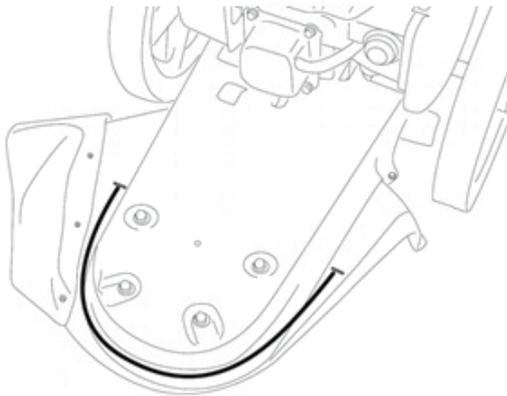

Imagen 9
• **CÓMO REEMPLAZAR LA LÍNEA DE CORTE:** Cuando la línea de corte se desgasta a la mitad de la longitud original, reemplácela. Para obtener el mejor rendimiento, use una línea de calibre grueso de 4 mm. Pare el motor. Espere a que todas las partes en movimiento se detengan. Desconecte el cable de la bujía. Retire la línea de recorte desgastada del retenedor de línea. Corte la longitud de la línea de la cortadura a 546 mm. Utilice la guía de longitud; ubicada en el escudo para asegurarse de que la línea de corte sea la longitud correcta (Imagen 9).